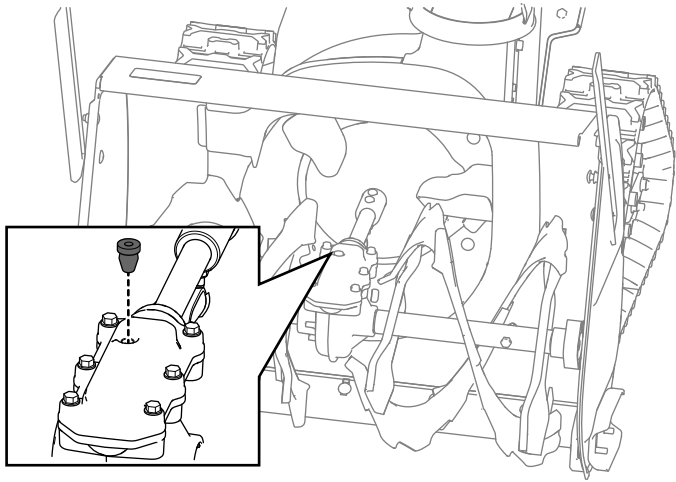

Figura 33
2. Limpie la zona alrededor del tapón y retire el tapón de la caja de engranajes (Figura 33).